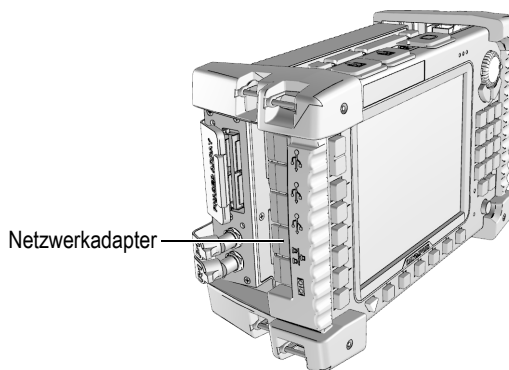

Abbildung 1-16 Netzwerkadapter am OmniScan MX
3. Schließen Sie ein überkreuztes Ethernet-Kabel an den Netzwerkadapter des OmniScan an (siehe Abbildung 1-16 auf Seite 37).